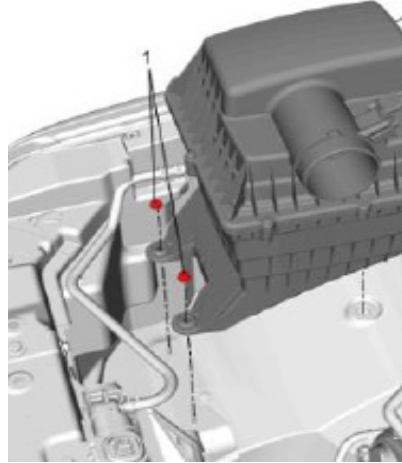

Figure 2
- Déposer les deux écrous qui fixent le boîtier de la boîte à air d'origine (1 dans la figure 2). Dépose du boîtier – le boîtier est maintenu en place par le passe-câbles dans le passage de roue. Tirer fermement pour déposer le boîtier et faire tourner le klaxon pour le sortir du trou dans l'aile.